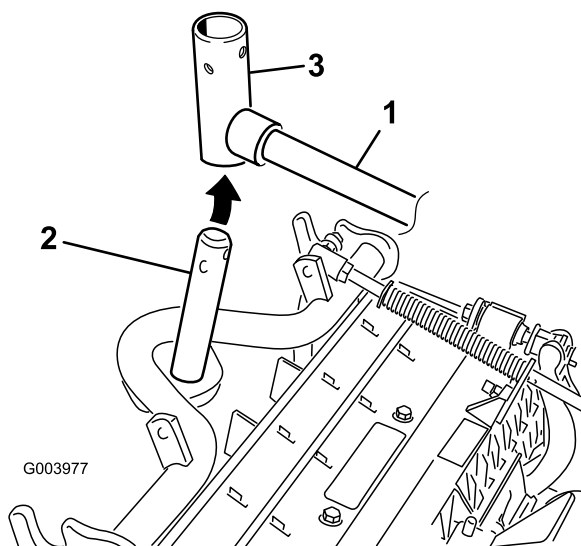

Figura 7
7. En las unidades de corte delanteras, deslice una unidad de corte debajo del brazo de elevación mientras introduce el eje del bastidor de tiro en la horquilla de pivote del brazo de elevación (Figura 7).
- B. Introduzca la horquilla del brazo de elevación en el eje del bastidor de tiro (Figura 7).